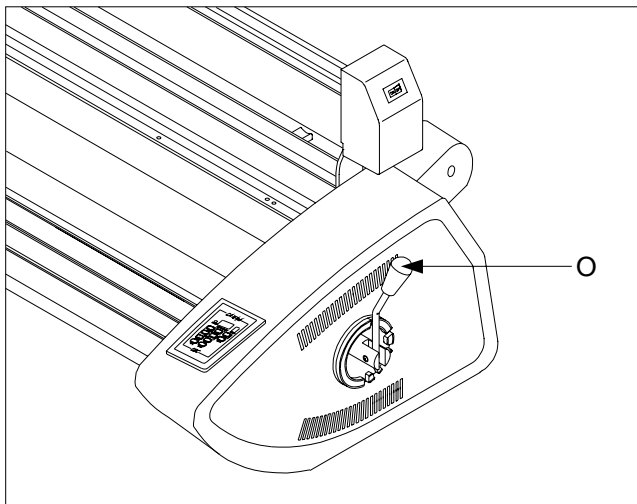

Fig. 7
O. ROLLER PRESSURE HANDLE: Adjusts the amount of roller pressure needed for various laminating and mounting applications, (Figure 7).
O. WALZENDRUCKHEBEL: Zum Einstellen des erforderlichen Walzendrucks für verschiedene Laminier- und Aufziehaufgaben (Abb. 7).
Hiermee wordt de roldruk ingesteld die nodig is voor verschillende lamineer- en opplaktoepassingen, (zie afb. 7).
permet de régler la pression des rouleaux en fonction des divers films et supports utilisés (Figure 7).